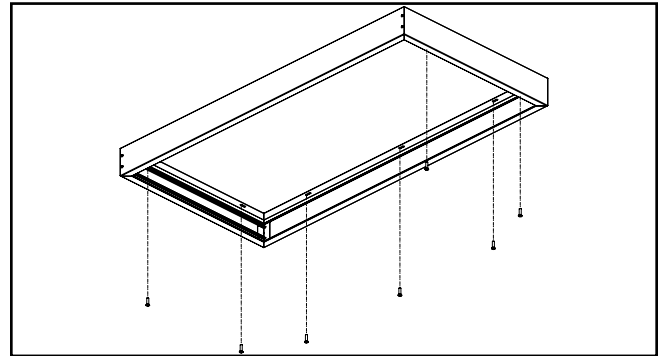

Figura 6.
- A6. Fije la caja al cielo raso utilizando los hardware apropiados (no incluidos) para asegurar ambos rieles cortos y el riel largo con los anclajes de la correa instalados en la superficie. Asegúrese de que la caja permanezca cuadrada durante el montaje. El espacio de las ranuras de montaje es de 16 pulgadas de centro a centro. (Figura 6.)